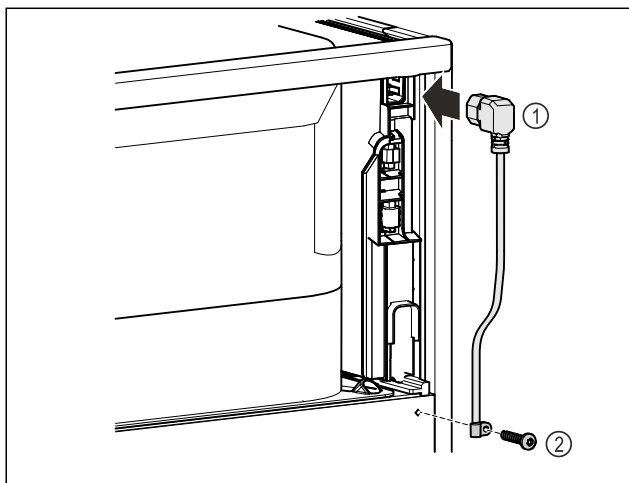

Fig. 11
- ▶ Zapojte zásuvku chladiaceho zariadenia sieťového prívodu Fig. 11 (1) na zadnej strane zariadenia.
- ▶ Namontujte odľahčenie od ťahu. Fig. 11 (2)